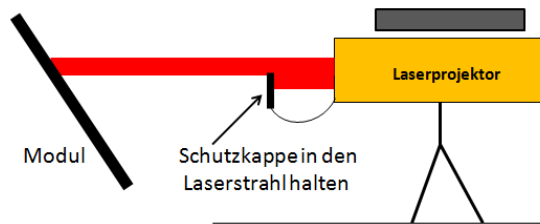

Bild 5.11
4. Wird die Schutzkappe langsam in den Laserstrahl eingetaucht (siehe Bild 5.11) sollte sich der Ton im Funkkopfhörer synchron zur Bewegung verändern. Beim Eintauchen senkt sich die Tonfrequenz. Wird die Schutzkappe wieder aus dem Laserstrahl herausgeführt, erhöht sich die Tonfrequenz. Im Idealfall ist beim Eintauchen in den Laserstrahl eine durchgängige, gleichmäßige Tonveränderung zu hören (von hoch bis tief).